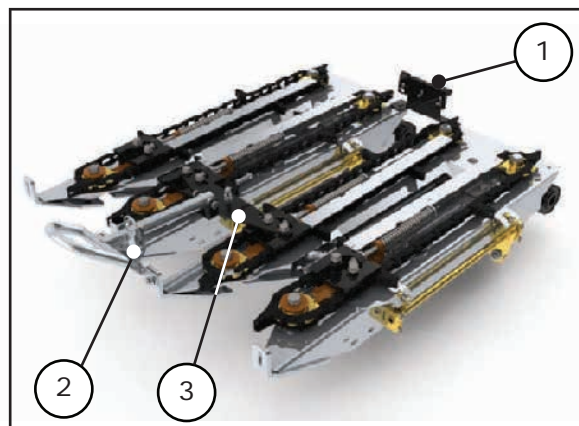
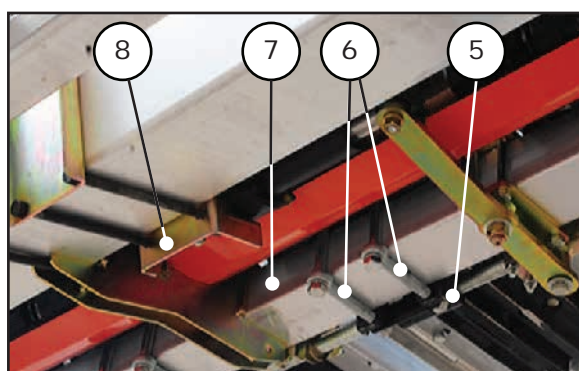

Figura 21
Figura 25
- Junções (1, 2 e 3) com as medidas dimensões de espaçamento, figura 21;
- Porta-bicos (4).
g) Remova as três junções (1, 2 e 3) de todas as linhas de recolhimento, figura 21.
i) Por baixo da plataforma, solte todas as porcas de travamento (5), figura 25.
j) Instale os parafusos e porcas (5 e 6) figura 25.
l) Após posicionar todas as unidades de colheita e antes de apertar as peças (5 e 6) dos travamentos, monte as junções (1, 2 e 3) da figura 21, fornecidas no KIT para o novo espaçamento. Montadas as junções (1, 2 e 3), aperte as peças (5 e 6) figura 25, travando as unidades de colheita em suas posições.